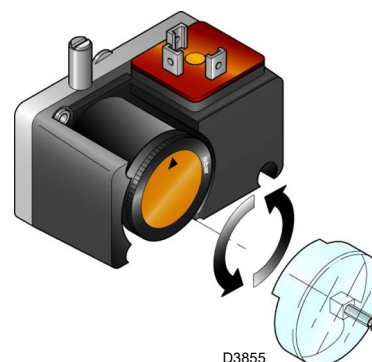

Fig. 32
- Régler le pressostat pour le contrôle d'étanchéité (Kit PVP) (Fig. 32 à la page 36), si présent, conformément aux instructions fournies avec le kit.
Régler le pressostat pour le contrôle d'étanchéité (Kit PVP) (Fig. 32) si présent, conformément aux instructions fournies avec le kit.